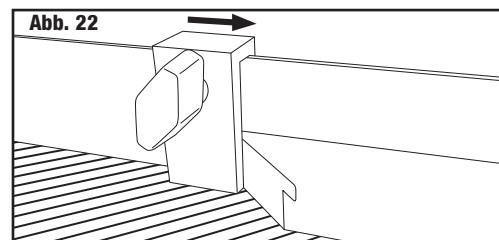

Abb. 22
4. Schieben Sie den Stopp gegen die Leiste und ziehen Sie ihn fest. (Abb. 22)